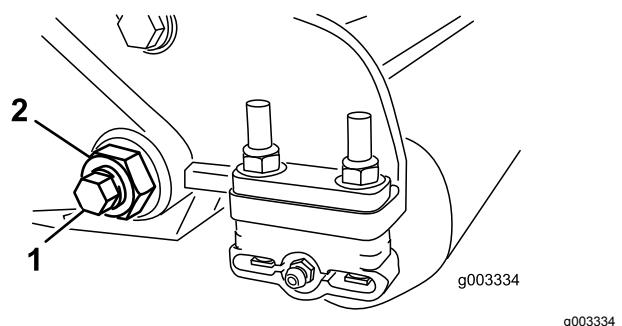
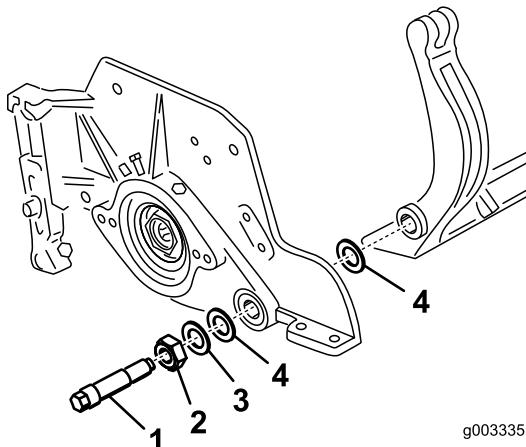

図 37
図 38
3. ベッドバー bolt 図 37を固定しているロックナット機体両側をゆるめる。
4. 各ベッドバー bolt を抜いてベッドバーを下に引き抜いて外す図 37。ベッドバーの両端にそれぞれナイロンワッシャ2枚とスチールワッシャが1枚ずつあるので注意する図 38。